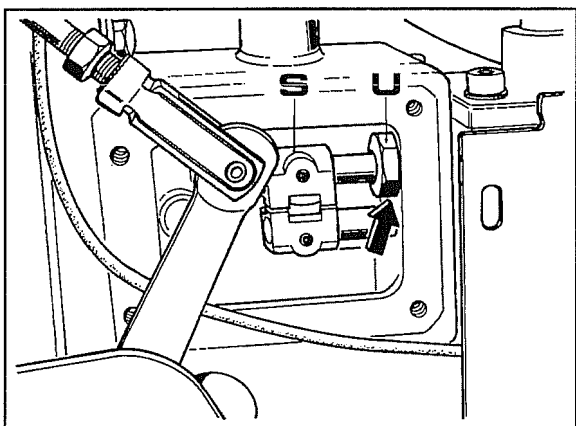
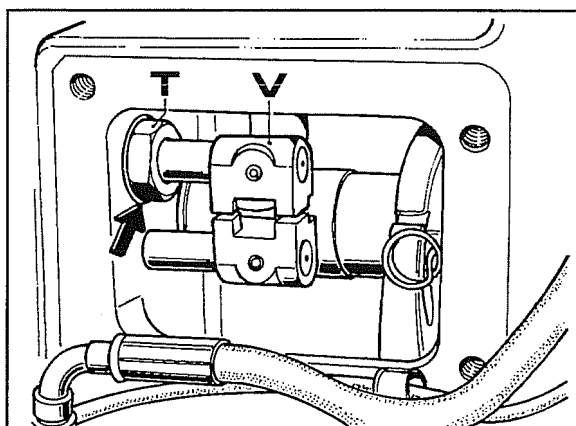

Fig. 3
Fig. 4
3. Verificare se la perdita di olio si ha sull'asta comando riduttore indicata dalla freccia in fig. 3 oppure sull'asta comando cambio indicata dalla freccia in fig. 4.
4. Togliere il manicotto **S** e svitare la boccola **U** fig. 3 oppure il manicotto **V** e la boccola **T** fig. 4 a seconda dell'asta interessata dalla perdita.